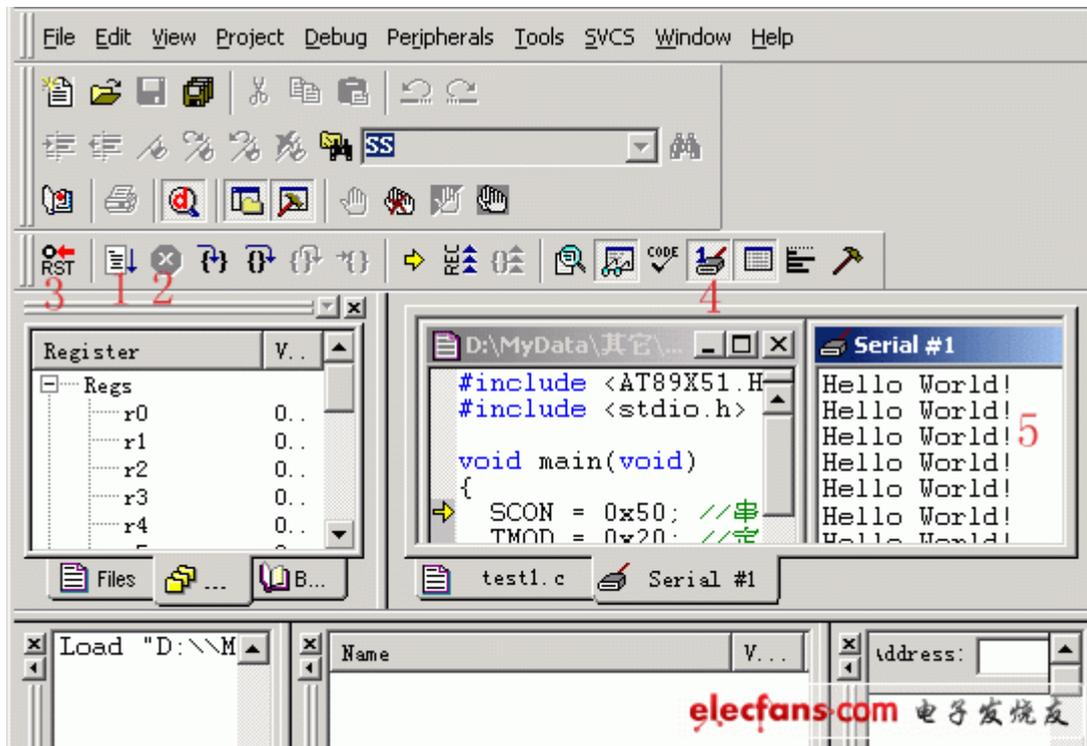

图 1-8 调试运行程序
(6) 进入调试模式，软件窗口样式大致如图 1-8 所示。图中 1 为运行，当程序处于停止状态时才有效，2 为停止，程序处于运行状态时才有效。3 是复位，模拟芯片的复位，程序回到最开头处执行。按 4 能打开 5 中的串行调试窗口，这个窗口能看到从 51 芯片的串行口输入输出的字符，这里的第一个项目也正是在这里看运行结果。这些在菜单中也有。首先按 4 打开串行调试窗口，再按运行键，这个时候就能看到串行调试窗口中不断的打印“Hello World! ”。最后要停止程序运行回到文件编辑模式中，就要先按停止按钮再按开启\关闭调试模式按钮。然后就能进行关闭 KEIL 等相关操作了。